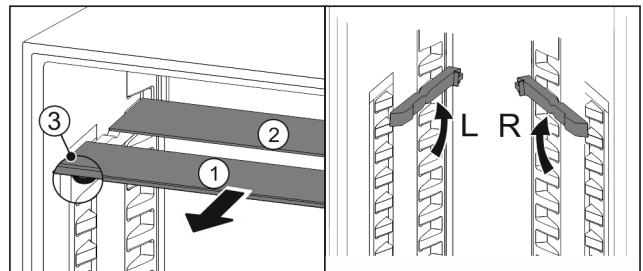

Fig. 115
- Glasplatten einzeln nach vorne herausziehen Fig. 115 (1).
► Glasplatte Fig. 115 (1) mit Zierleiste liegt vorne.
► Stopps Fig. 115 (3) zeigen nach unten.